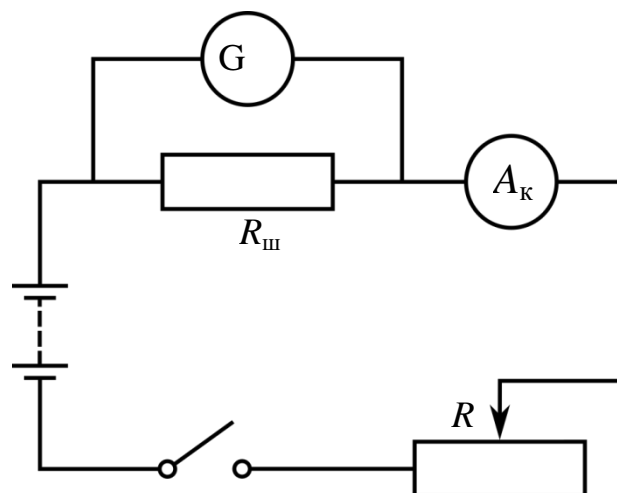

Рисунок 2
8. Складаю електричне коло за схемою (рис. 2), де $R_{\text{ш}}$ – виготовлений шунт, $A_{\text{к}}$ – контрольний амперметр, яким є лабораторний амперметр, R – змінний резистор.